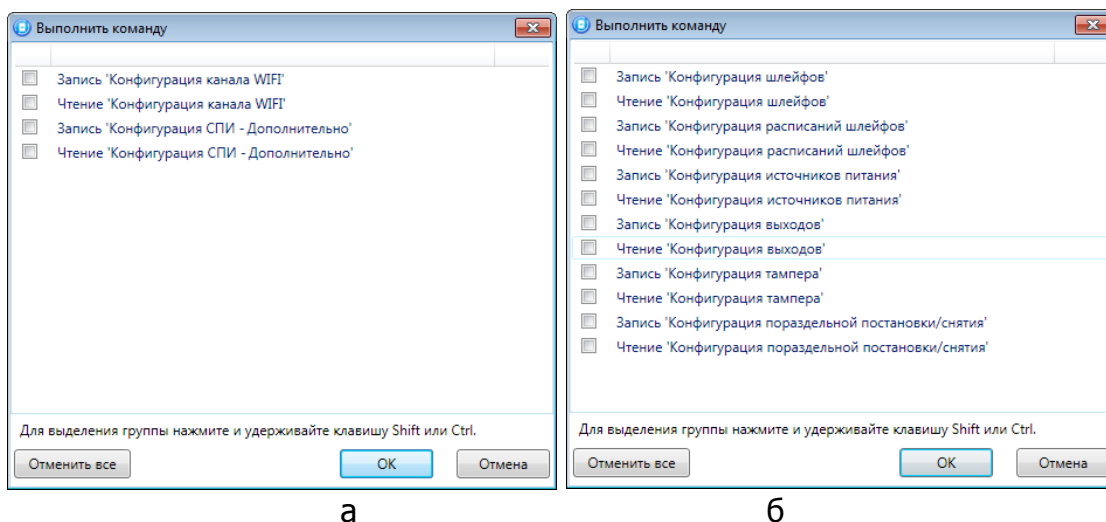

Рис. 6.2. Окно *Выполнить команду* (а — конфигурация СПИ, б — конфигурация ПКП)
**Выполнить команду:** открытие окна *Выполнить команду* (Рис. 6.2), с помощью которого можно записать или считать отдельные группы параметров (актуально